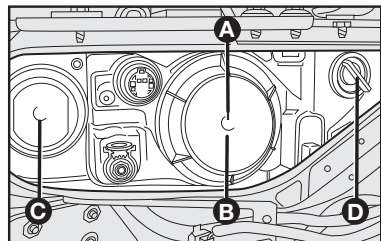

fig. 16
GRUPOS ÓPTICOS DELANTEROS fig. 16
- quite la tapa **C-fig. 16** girándola en el sentido antihorario;
- monte la tapa **C-fig. 16** comprobando el correcto bloqueo.